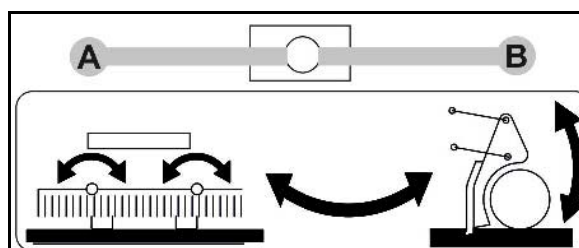

Рис. 28
1. Установите шаровой кран (Рис. 28/1) в положение В.
3. Установите стопорный рычаг соответствующим образом (см. Рис. 28).